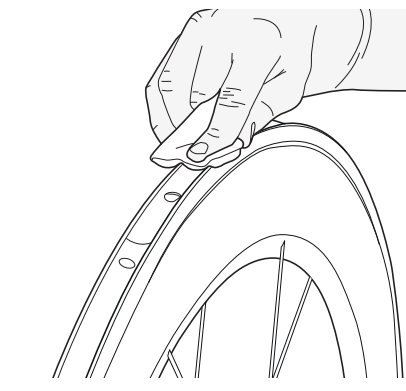

Figura 30: Limpe a área lixada do aro com um pano limpo e uma pequena quantidade de acetona e prepare-a para cola.
5. Aplique uma pequena quantidade de acetona em um pano limpo (Figura 30).